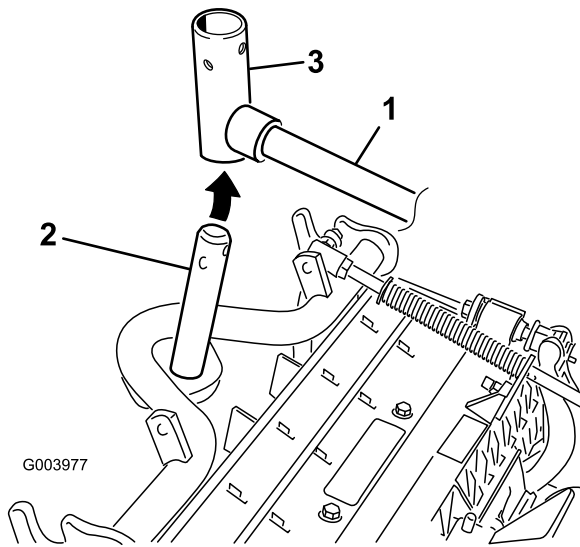

Figura 9
8. En el caso de las unidades de corte delanteras, deslice una unidad de corte debajo del brazo de elevación mientras coloca el eje del bastidor de tiro en la horquilla de pivote del brazo de elevación (Figura 9).
B. Introduzca la horquilla del brazo de elevación en el eje del bastidor de tiro (Figura 9).